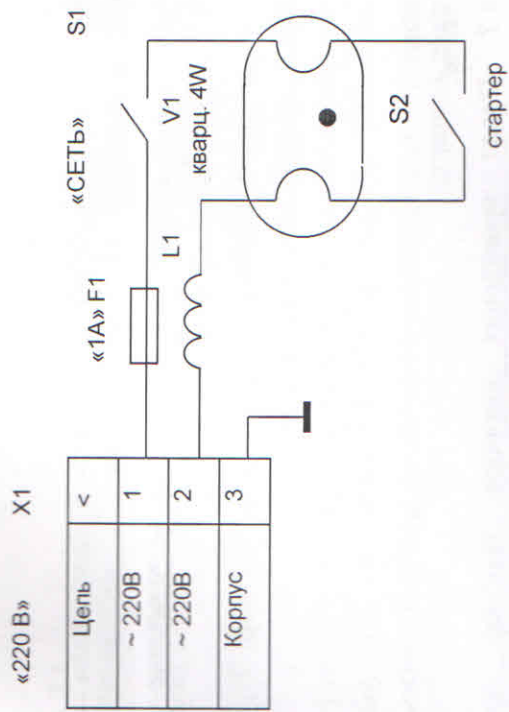

Рис.2 Схема электрическая принципиальная
- 5.3. Схема электрическая принципиальная (рис. 2).